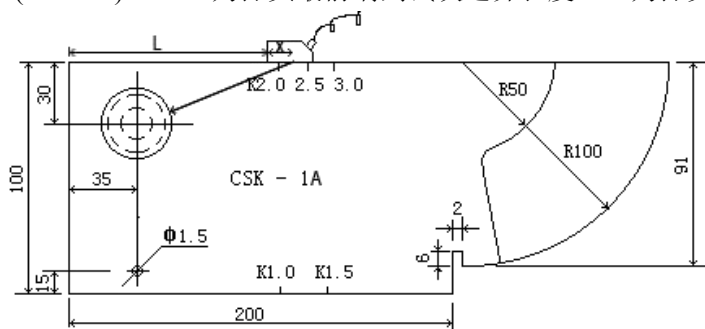

图 4-7
5、校准探头 K 值（角度）：将探头耦合到 CSK- I A 试块上前后移动，如图 4-7，使得 $\phi 50\text{mm}$ 的圆的反射回波达到最高，用钢板尺量出 L，根据 $k=(L+X-35)/30$ 算出 K 值。如图 4-9，按 **探头** 键进入探头菜单，按 **▲**（上）或 **▼**（下）键调整到探头 K 值子菜单，再用 **◀**（左）或 **▶**（右）键调整，使数值等于计算出的 K 值。或者直接按 **波峰记忆** 键，自动校准探头 K 值。